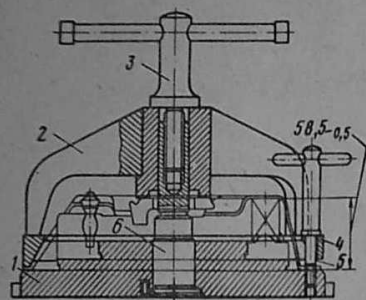
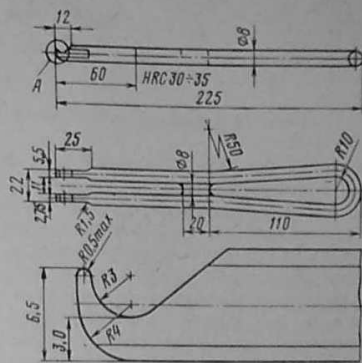

Рис. 55. Приспособление для разборки и сборки сцепления автомобиля 2138
Рис. 56. Крючок для установки соединительного звена пяты отжимных рычагов
Для полной разборки сцепления надо установить нажимной диск с кожухом в сборе на основание 1 (рис. 55) приспособления и надеть прижимное кольцо 4 на кожух сцепления. Затянув винт 3, прижать зажимом 2, действующим на кольцо 4, фланец кожуха сцепления к плоскости основания 1 и вынуть монтажные штифты (болты) из отверстий в выступе нажимного диска. Отвернуть гайки регулировочных пальцев отжимных рычагов диска сцепления, отпустить винт 3 и снять зажим 2, кольцо 4 и кожух сцепления, после чего снять нажимные пружины и термоизолирующие шайбы, сбросить с пята соединительные пружинные звенья и вынуть пята из прорезей отжимных рычагов. После этого снять с концов отжимных рычагов соединитель-
ние 1 (см. рис. 55) приспособления выступами вверх и слегка смазать графитовой смазкой глухие отверстия под хвостовую часть регулировочных пальцев и плоскость на выступах под опорную пластину.
9. Смазать выступы пяты тонким слоем графитовой смазки и вставить пяту в прорези рычагов выключения. Соединить пяту с рычагами выключения соединительными звеньями при помощи крючка. Размеры крючка приведены на рис. 56. Установить на приспособление зажим 2 (см. рис. 55) и, затягивая винт 3, прижать кольцом 4 опорный фланец кожуха к основанию 1.